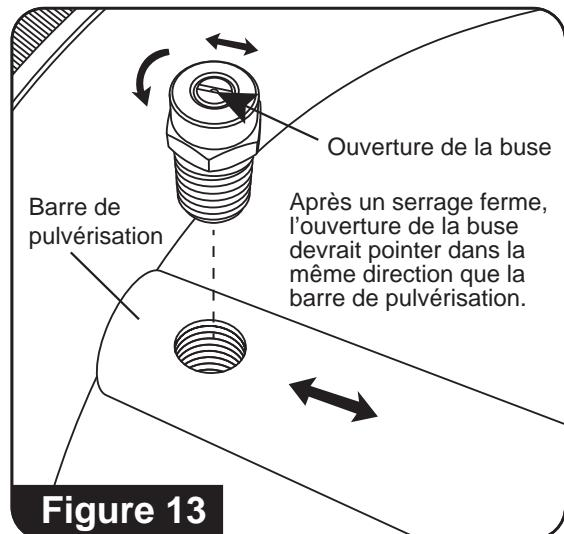

Figure 13
7. Réinstallez les buses sur la barre de pulvérisation. Serrez fermement. Alignez l'ouverture de la buse tel que l'illustre la **figure 13**.